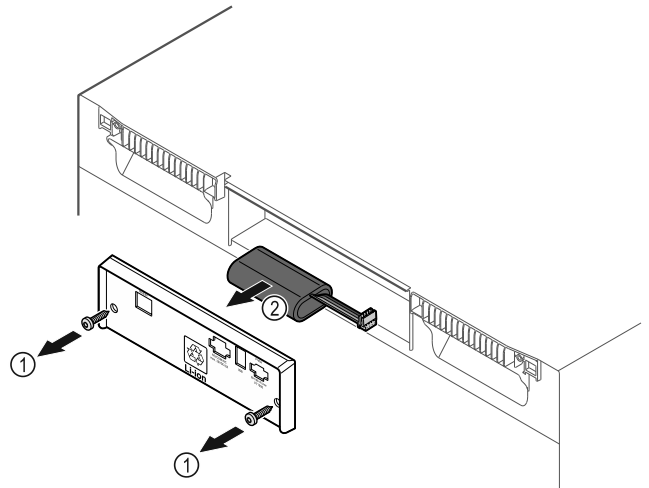

Fig. 235
- ▶ Odvijte vijake in odstranite pokrov na zadnji strani naprave Fig. 235 (1).
- ▶ Snemite in odstranite baterijo Fig. 235 (2).